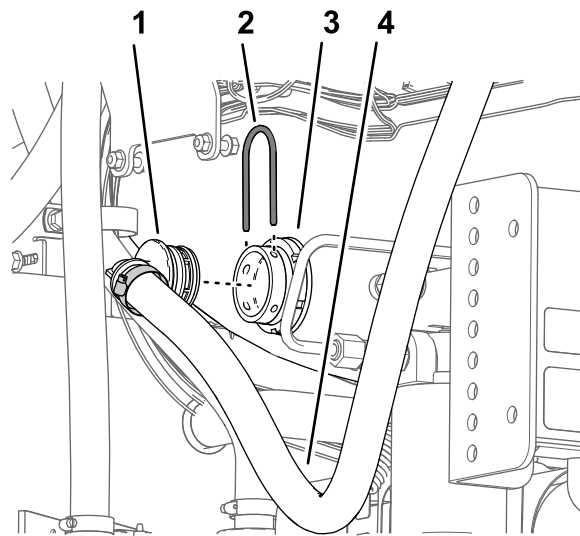

Figura 63
2. Retire o retentor grande que prende a união estriada de 90° na extremidade inferior do tubo de distribuição para a união do anteparo do depósito do pulverizador (Figura 63).